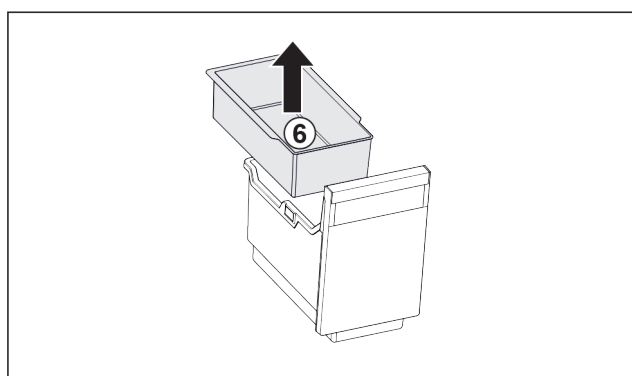

Fig. 81
- ▶ Odoberte závesnú misku Fig. 81 (6).